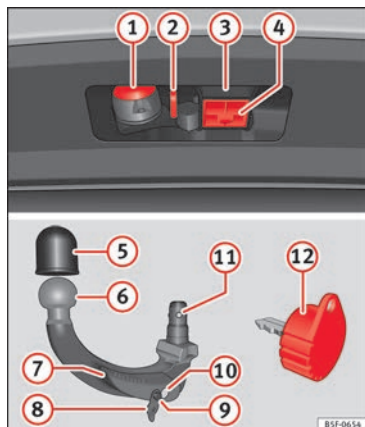

Fig. 225 Soporte del dispositivo de enganche para remolque / bola desmontable / llave
Leyenda de la »» **fig. 225**
- Extraiga el tapón de alojamiento del gancho (4) » fig. 225 hacia abajo.